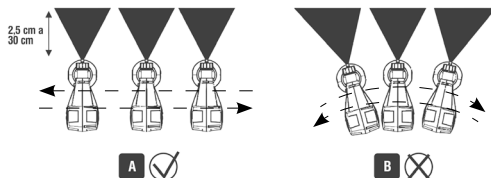

Fig. 8 – Distância ideal para uma boa pintura
- Ajuste o jato de tinta de acordo com o item 2.5.5 deste manual;
- Ajuste o volume de material de acordo com o item 2.5.6 deste manual;
- Pulverize a superfície a uma distância de 2,5 cm a 30 cm do objeto a ser pintado de acordo com a Fig. 8;
- Movimento a pistola de pintura para cima e para baixo, sempre mantendo-a perpendicular à superfície que está sendo pintada, conforme mostra a Fig. 8 (Fig. 8A: correto e Fig. 8B: incorreto).